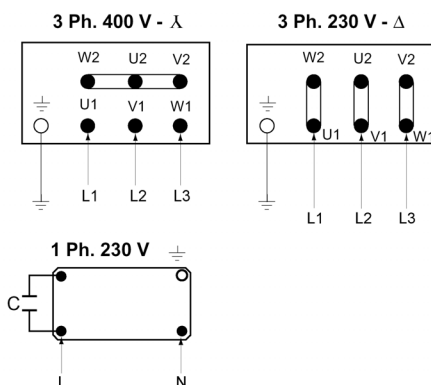

Fig. 3: Alimentazione di rete
- Per l'alimentazione di rete vedi anche fig. 3.